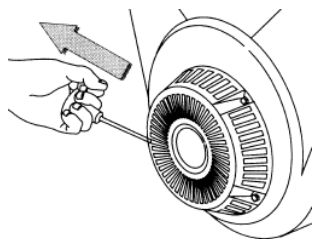

Рис. 3
7. При ручном пуске, придерживая генератор за раму, резко с интенсивным усилием вытянуть трос ручного стартера до упора (рис.3), повторив действие несколько раз при необходимости. Если двигатель не запускается, следует изменить положение рычага воздушной заслонки, сдвигая его вправо тем больше, чем выше температура двигателя и окружающего воздуха при использовании бензина или повторить кратковременное нажатие кнопки регулятора при работе на газе, затем повторить пуск. Включение электрического стартера производится поворотом ключа выключателя в крайнее правое положение «ПУСК». Сразу после пуска двигателя отпустить ключ выключателя для обеспечения его самовозврата в среднее положение. При срабатывании защиты нажать сброс после остывания автоматического выключателя.